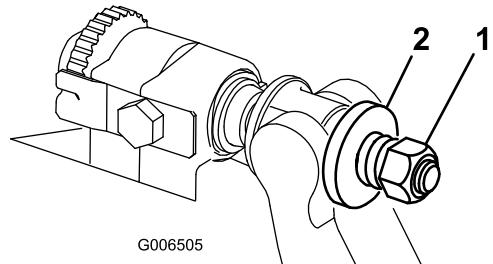

Bild 36
3. Ziehen Sie die Federspannungsmutter an, bis die Feder zusammengedrückt ist, drehen Sie sie dann eine 1/2 Umdrehung heraus (Bild 36).